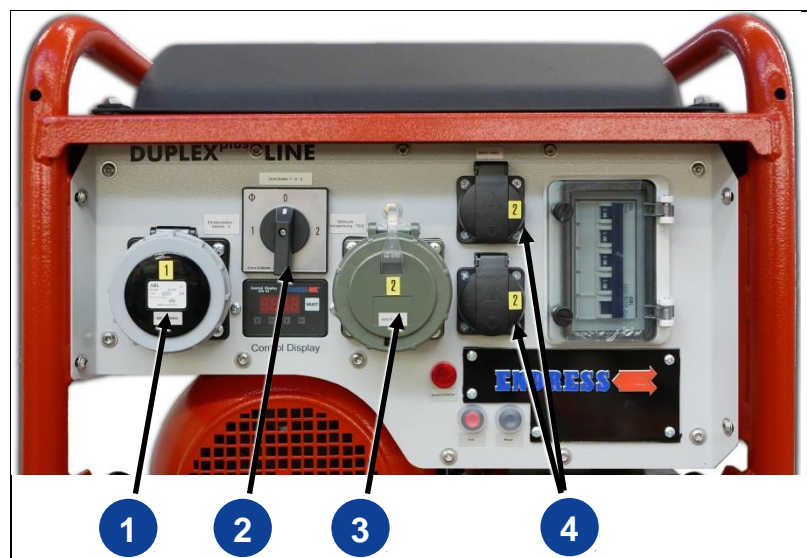

Abb. 4-5: Verbrauchsmittel anschließen
- Richtige Betriebsart am Umschalter (Abb. 4-5-(2)) ist ausgewählt.
Umschalter Betriebsart (Abb. 4-5-(2)) NUR bei stillstehendem Stromerzeuger umschalten!!
Wählen Sie hierzu die Betriebsart „Einsatzstellenbetrieb“ am Umschalter (Abb. 4-5-(2)) aus.
Hinweis Die Einspeisung in die ortsfeste Anlage erfolgt über eine flexible Anschlussleitung (H07RN-F oder vergleichbar) in bauseitig installierte Einspeiseverteiler über die CEE-Steckdose 400 V / 50 Hz / 7h 3~ (siehe Abb.4-5-(1)). Alle anderen Steckdosen sind in dieser Betriebsart nicht bestromt und nicht verwendbar.
1. Wählen Sie die Betriebsart „Gebäudeeinspeisung“ am Umschalter (Abb. 4-5-(2)) aus.
nung (siehe Abb. 4-5-(1)).